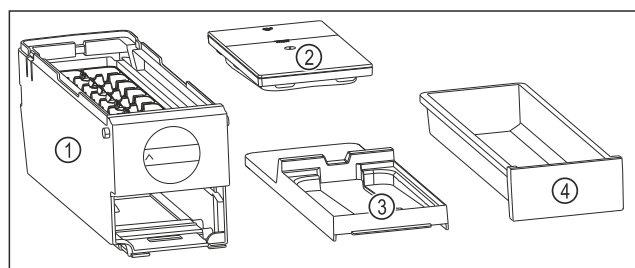

Fig. 147 Компоненти EasyTwist-Ice
- ▷ EasyTwist-Ice складається з чотирьох частин. (див. Fig. 147)
- ▶ Розбирайте EasyTwist-Ice тільки на зображені компоненти. (див. Fig. 147)
- ▶ Очистіть корпус EasyTwist-Ice Fig. 147 (1) без розбирання.